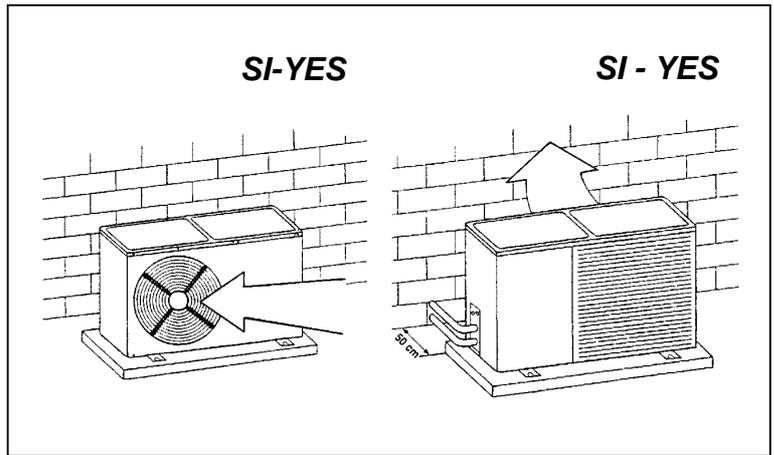

FIG.5
- \* In presenza di venti prevalenti, orientare la parte posteriore (batteria) dell'unità motocondensante controvento, non la parte anteriore con i ventilatori (fig.5).